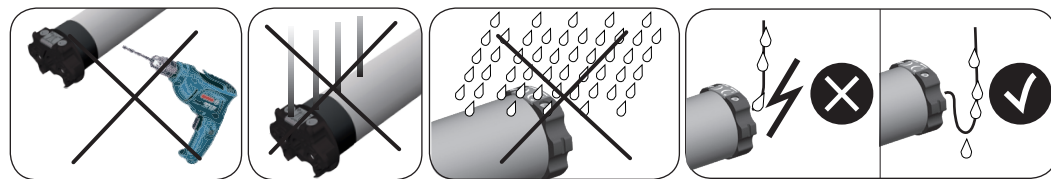

Fig. 1
INSTALLATION (Fig. 1)
► INSTALLATION (Fig. 1)
► INSTALACION (Fig. 1)